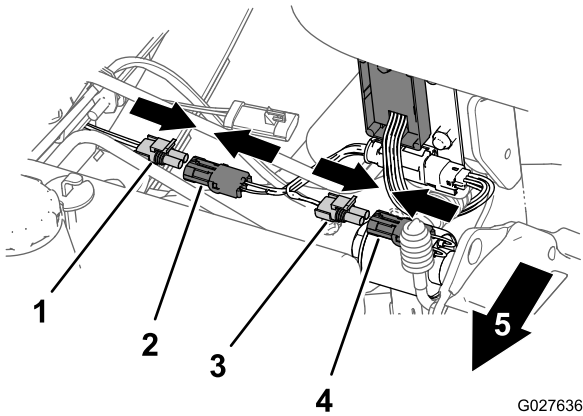

Figura 9
1. Conecte el conector de 2 pines que desconectó en el paso 1 de Instalación del controlador del relé y el arnés del adaptador en la máquina \(página 2\) al conector hembra de 2 vías del arnés del adaptador (Figura 9).
2. Conecte el conector de 2 pines del arnés del adaptador al conector hembra de 2 vías del arnés del solenoide del diferencial (Figura 9).